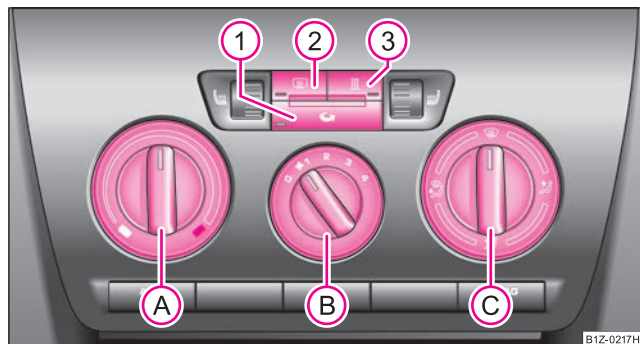
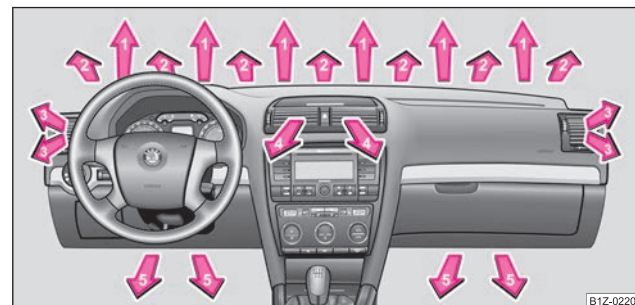
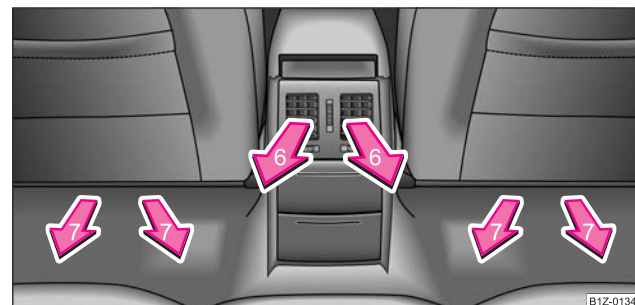

Fig. 119 Calefacción: Elementos de mando
Fig. 120 Difusores de salida de aire delanteros
Fig. 121 Difusores de salida de aire traseros
- Gire el regulador giratorio (A) ⇒ fig. 119 hacia la derecha para aumentar la temperatura.
- Gire el regulador giratorio (A) hacia la izquierda para bajar la temperatura.
- Regulador giratorio (A) ⇒ página 103, fig. 119 hacia la derecha hasta el tope
- Conmutador del ventilador (B) a la posición 3
- Regulador de la distribución de aire (C) a la posición
- Abrir los difusores 3 ⇒ página 105, fig. 120 y dirigirlos hacia el cristal lateral.
- Regulador giratorio (A) ⇒ página 103, fig. 119 hacia la izquierda hasta el tope
- Conmutador del ventilador (B) en la posición deseada
- Abrir los difusores de salida de aire 3 y 4 ⇒ página 105, fig. 120
⇒ página 103, fig. 119.
Si el regulador distribuidor de aire  se encuentra en la posición  ⇒ página 103, fig. 119, el servicio de aire circulante se desconecta automáticamente. Pulsando repetidamente la tecla , usted puede conectar de nuevo el servicio de aire circulante también en esta posición.
La salida de aire para cada difusor la puede ajustar usted con el regulador giratorio  ⇒ página 103, fig. 119. Los difusores **3**, **4** ⇒ página 105, fig. 120 y **6** ⇒ página 105, fig. 121 se pueden cerrar y abrir por separado:
De los difusores abiertos fluye, según la posición del regulador  ⇒ página 103, fig. 119 y según las condiciones climatológicas exteriores, aire calentado o sin calentar.